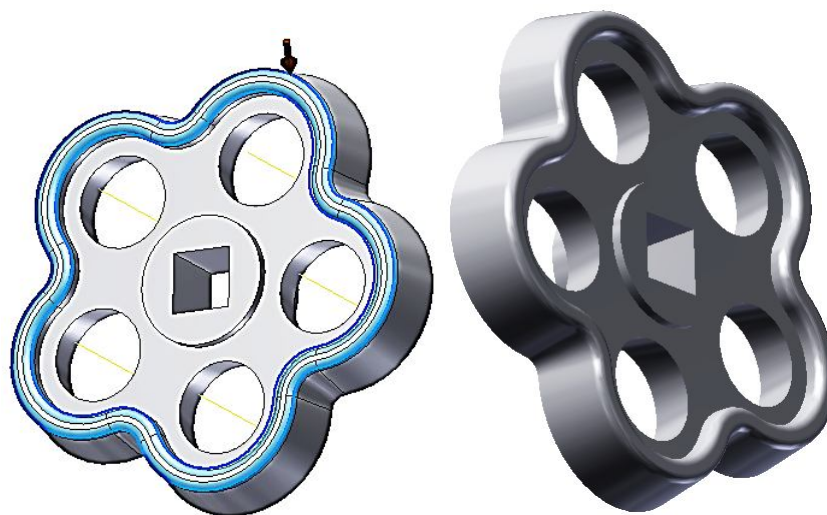

Рис. 4.23. Модель маховика
26. **Постройте скругления ребер радиусом 1 мм с помощью команды «Сопряжение»**  (рис. 4.23).